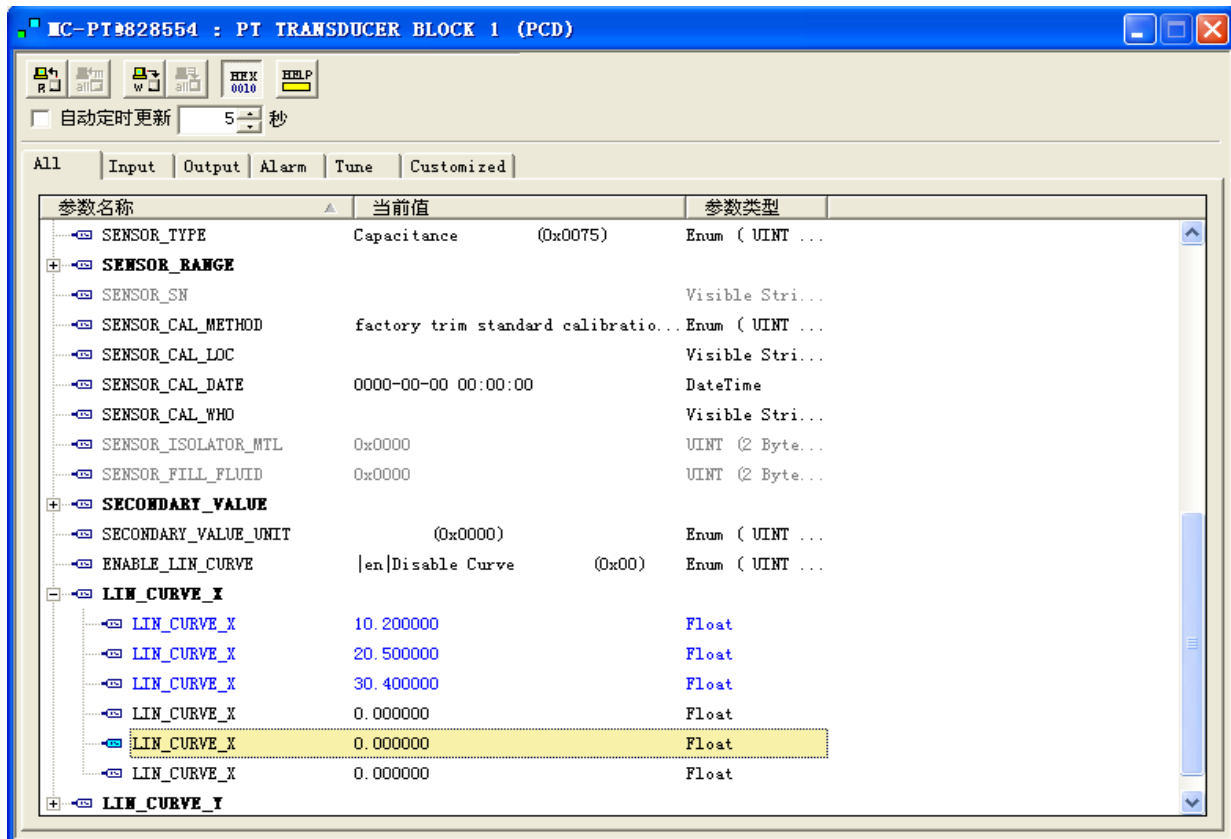

图 6.5 参数 LIN_CURVE_X 的配置
- 2) 通过压力源输入标准压力,并在组态软件上打开相应的变换块,分别读取参数 PRIMARY_VALUE 的值,将该值写入 LIN_CURVE_X 数组。例如将读到的 10.2, 20.5, 30.4 分别写在 LIN_CURVE_X 数组里,如图 6.5 所示。到此校准工作结束。